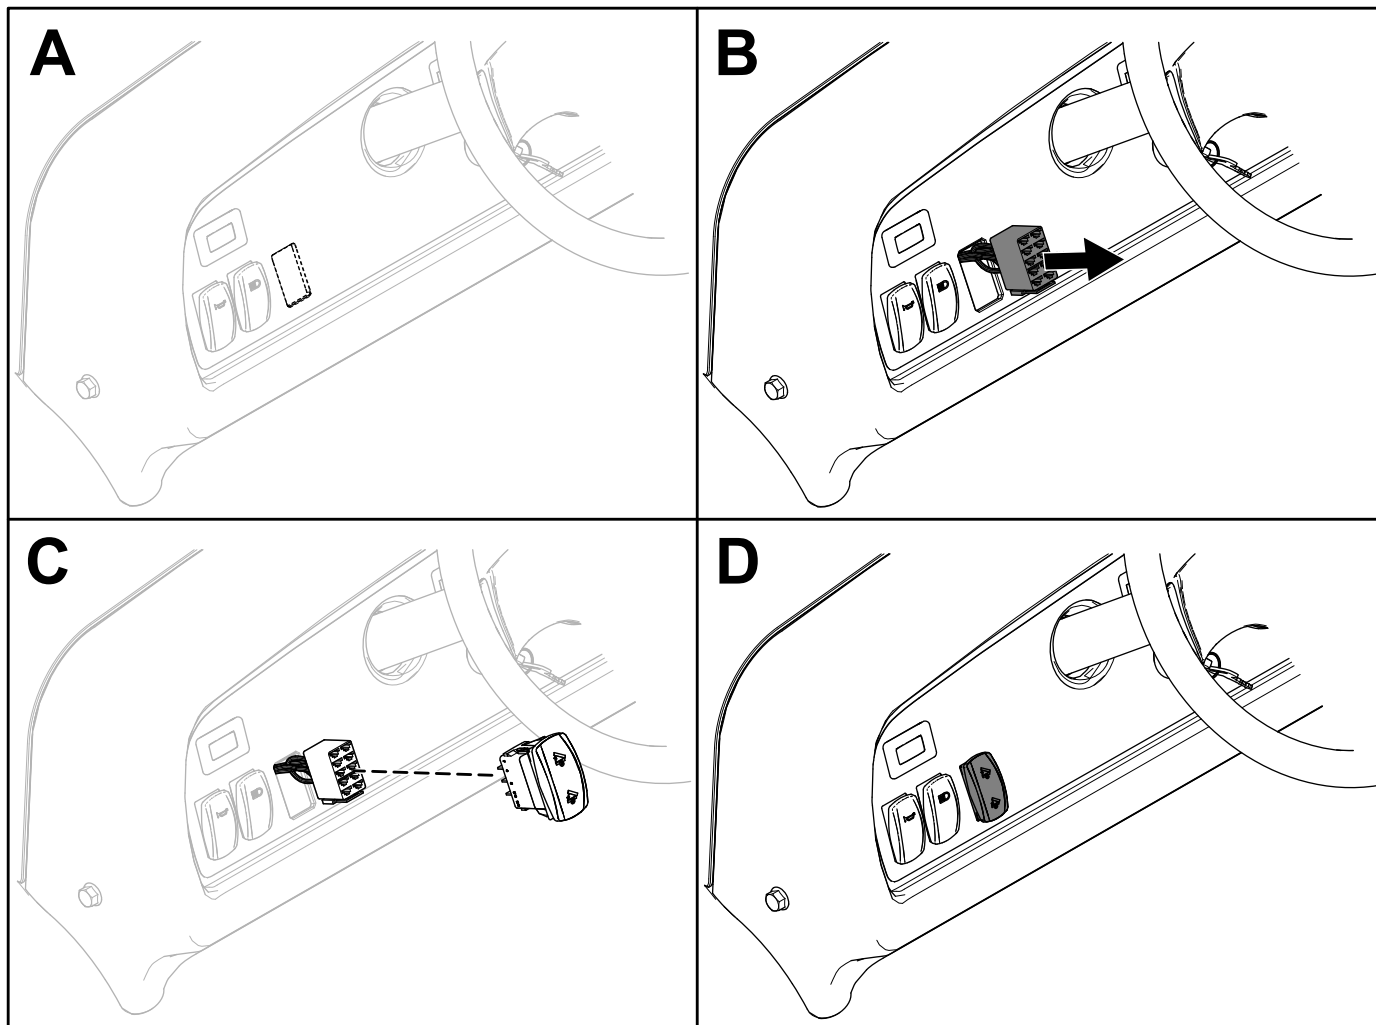

Figura 8
1. Ritagliate l'apertura nell'adesivo del cruscotto per l'interruttore (casella A di Figura 8).
2. Montate il connettore dell'interruttore attraverso l'apertura nel cruscotto (casella B di Figura 8).
3. Inserite l'interruttore nel suo connettore (casella C di Figura 8).
4. Accertatevi che l'interruttore sia posizionato nella direzione corretta (casella D di Figura 8).